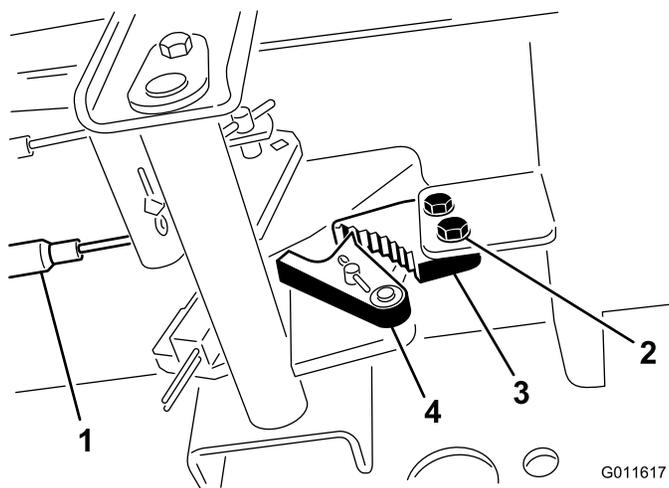

图 109
2. 松开将驻车刹车闸固定到机架的 2 个螺钉 图 109。
3. 向前踩驻车刹车踏板直到刹车卡槽完全接合刹车闸 图 109。